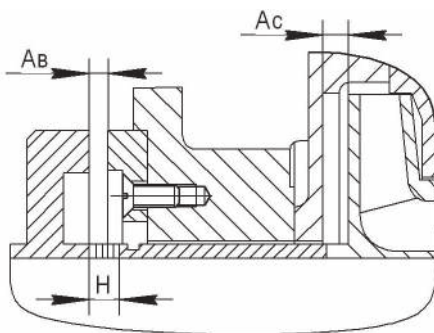

Рис.2.5 Ротор смещен в сторону всасывания.
14. Сдвинуть ротор насоса в сторону всасывания до отказа и измерить расстояние A_b между кольцом гидравлической пяты 19 и диском гидравлической пяты 18 (рис.2.5).